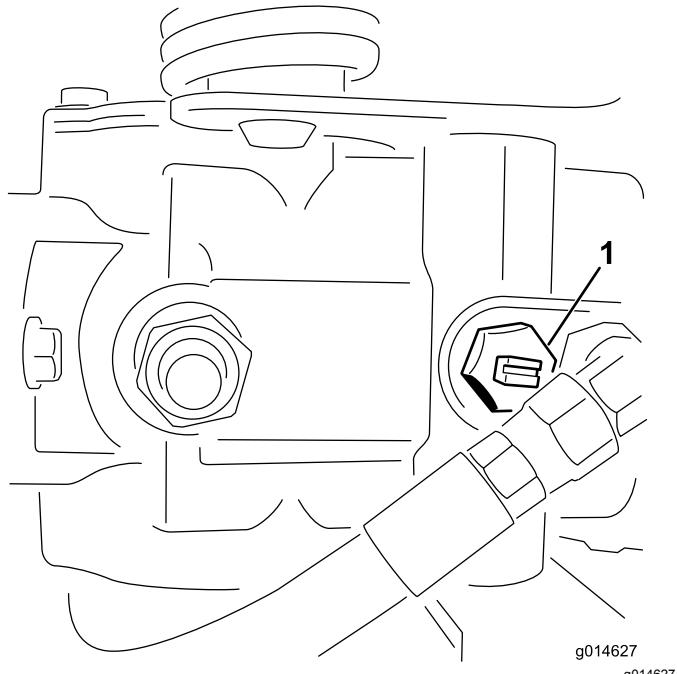

図 25
- 油圧ポンプについているバイパスバルブ図25の溝が「縦」になるようにバルブを回転させる。
- エンジンを始動する前に、必ずバイパスバルブを閉じる溝が横向きになる図25。